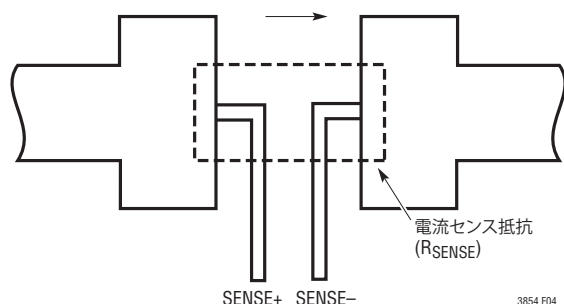

図5. ケルビン検出 $R_{SENSE}$
- 3) SENSE-とSENSE+は最少の基板トレース間隔で一緒に配線されていますか。SENSE+とSENSE-の間のフィルタ・コンデンサはできるだけLTC3854に近づけて配置します。図5に示すケルビン接続を使って精密な電流検出を確実にします。直列抵抗をSENSEラインに追加してノイズ除去を向上させることができます。